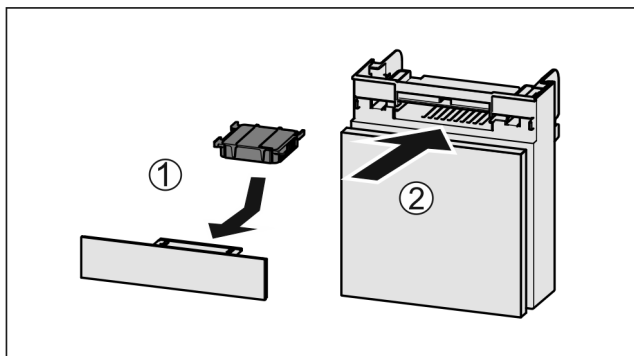

Fig. 126
- ▶ Aktivkohlefilter nach Abbildung einsetzen Fig. 126 (1).
- ▶ Fach einschieben Fig. 126 (2).